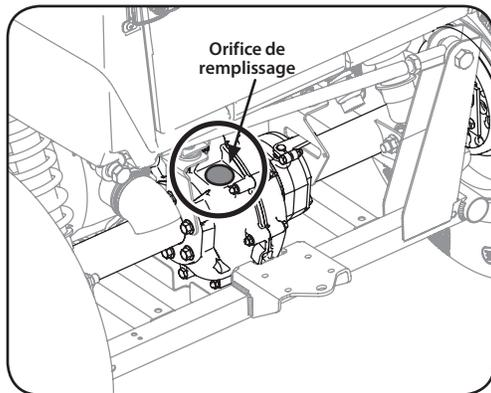

Figure 6-7
7. Retirez le bouchon de l'orifice de remplissage. Voir Figure 6-7.
9. Remplacez le bouchon sur l'orifice de remplissage. Voir Figure 6-7.